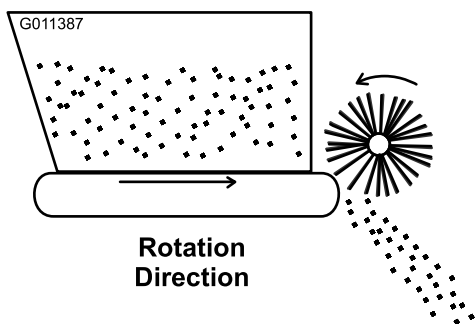

Figura 18
- Avviate il motore del veicolo e testate la rotazione del trasportatore e della spazzola. Mettete la leva di comando a distanza degli apparati idraulici del veicolo in posizione di FUNZIONAMENTO. La rotazione dovrà corrispondere a quanto mostrato in Figura 18. In caso di rotazione all'indietro, invertite gli accoppiatori rapidi.